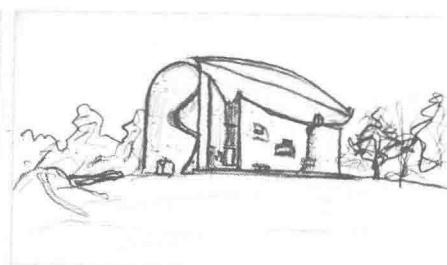

图 1-11 朗香教堂的概念草图
- **建筑设计：**用草图表达设计概念、推敲功能空间（如图 1-11 所示）。